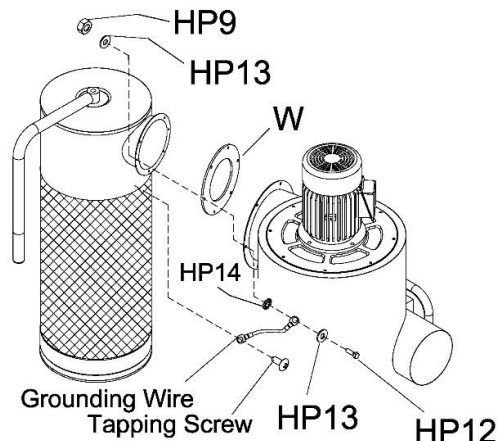

Abbildung 9
- Platzieren Sie die Dichtung (W) zwischen Kanisterfilter und Hauptgehäuse. Montieren Sie den Kanisterfilter mit den Sechskantschrauben (HP12), Unterlegscheiben (HP13) und Muttern (HP9) am Hauptgehäuse. Sie müssen das Erdungskabel des Kanisterfilters am nächstgelegenen Anschlusspunkt befestigen, wie in Abbildung 9 dargestellt
Das Erdungskabel ist bereits am Kanisterfilter angebracht. Wenn Sie den Kanisterfilter am Hauptgehäuse installieren, müssen Sie das Erdungskabel wie in Abbildung 9 gezeigt mit dem Hauptgehäuse verbinden. Verwenden Sie beim Herstellen dieser Verbindung unbedingt die Sternscheibe (HP14). Positionieren Sie die Sternscheibe (HP14), das Erdungskabel und die Unterlegscheibe (HP13) wie in Abbildung 9 dargestellt.